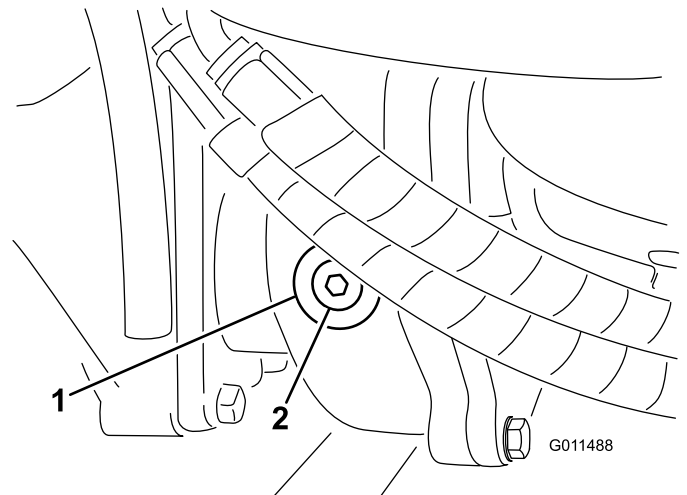

Bild 15
2. Entfernen Sie die Prüf-/Füllschraube an der linken Getriebeseite (Bild 15) und stellen sicher, dass der Schmierstoff die Unterseite des Lochs erreicht. Füllen Sie bei einem niedrigen Stand genug Schmiermittel auf, um den Stand bis an die Unterseite des Lochs anzuheben.